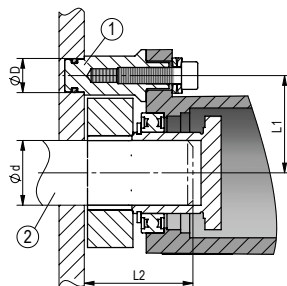
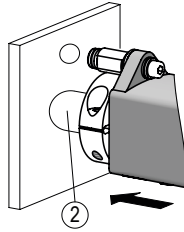
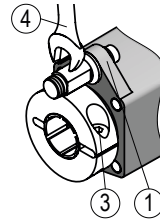

Abb. 1: Einbaumaße
Abb. 2: Montage
Abb. 3: Anzugsmoment Schrauben
- ▶ Sorgen Sie für einen geringen Wellen- und Winkelversatz zwischen Welle und Aufnahmebohrung durch geeignete Fertigungsmaßnahmen (siehe Abb. 1 + Tab. 1).
Unsachgemäße Montage der Drehmomentstütze (siehe **Abb. 3**) führt zur Zerstörung des Gehäuses.
## Vorbereitung Montage (**Abb. 1**, **Abb. 2**, **Abb. 3**):
## Montage (**Abb. 1**, **Abb. 2**, **Abb. 3**):